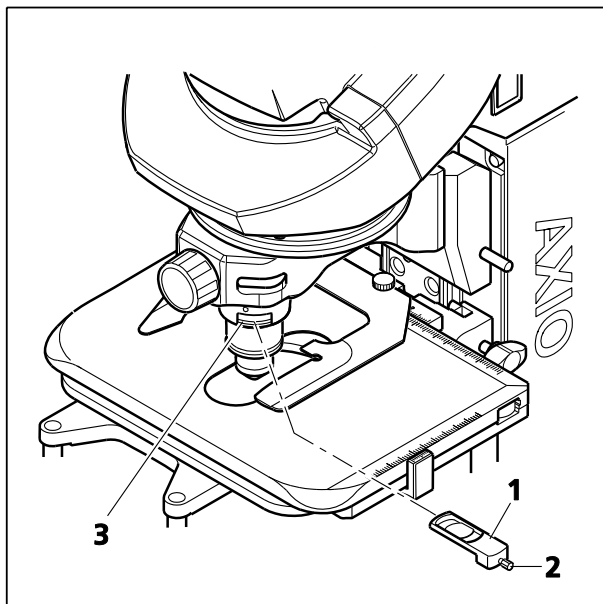
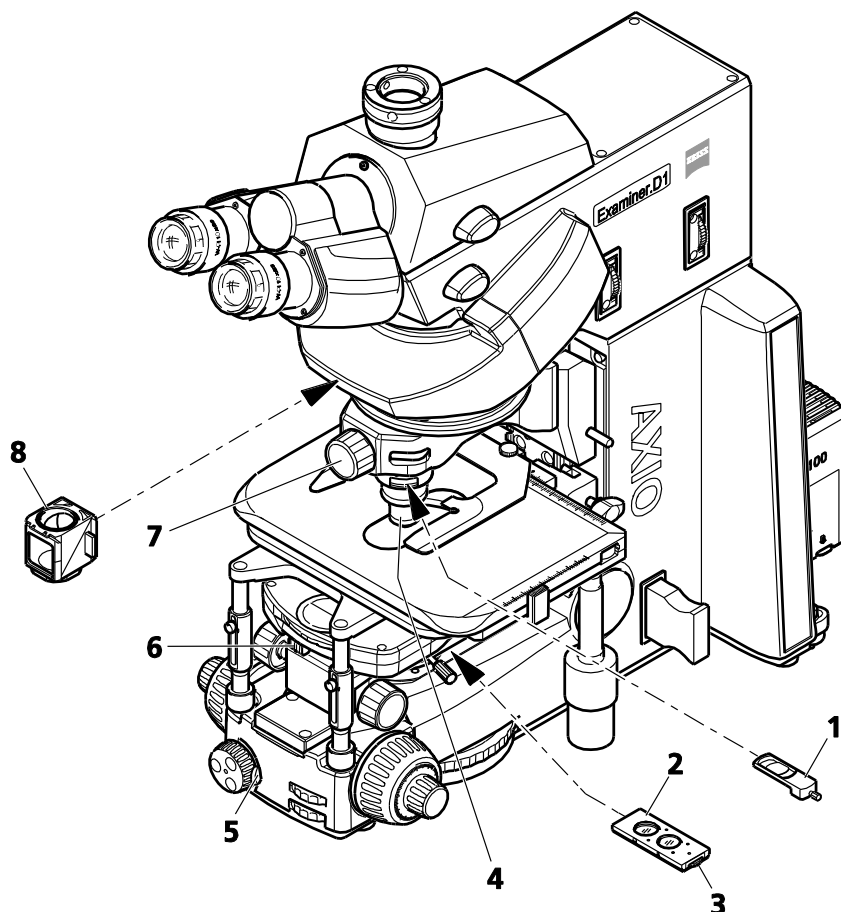

Figure 4-3 Insertion d'un curseur DIC dans un adaptateur d'objectif
Figure 4-5 Axio Examiner.D1 avec équipement DIC
- Glisser un curseur DIC (Figure 4-3/1, voir les caractères) adapté à l'objectif dans l'ouverture (Figure 4-3/3) prévue à cet effet au-dessus de l'objectif dans l'adaptateur d'objectif.
- Le curseur DIC (Figure 4-5/1) est correctement inséré dans l'adaptateur d'objectif.
- L'objectif 10x (ou l'objectif sommaire utilisé) (Figure 4-5/4) est en position de travail.
- Faire pivoter le polariseur SENARMONT (Figure 4-5/2) dans le chemin optique.
- Tourner la molette (Figure 4-5/3) au niveau du polariseur SENARMONT en position de verrouillage à 45°.
- Faire pivoter le module analyseur sur la tourelle porte-réfecteurs (Figure 4-5/8).
- Réajuster la vis moletée du curseur DIC (Figure 4-3/2) en ajustant la bande noire diagonale au centre du champ d'observation.
(5) Réglage de la lumière transmise DIC
- Mettre un objectif adapté au DIC en position de travail à l'aide du bouton de commutation (Figure 4-5/7).
- Mettre en marche le polariseur SENARMONT (Figure 4-5/2) (polariseur et plaque $\lambda/4$) en position de verrouillage.
- Régler le diaphragme de fond clair (Figure 4-5/8) et le diaphragme d'ouverture (Figure 4-5/6) selon les règles de KÖHLER.
- Pour régler le contraste optimal pour le DIC SENARMONT, tourner le polariseur à l'aide de la molette (Figure 4-5/3) du polariseur SENARMONT. La plaque $\lambda/4$ située au-dessus doit être allumée en permanence pour que le contraste fonctionne selon le principe de SENARMONT. Si le curseur DIC est correctement centré, l'obscurité est obtenue en position de verrouillage du polariseur SENARMONT, c'est-à-dire que la différence de trajectoire est de 0 nm dans cette position.